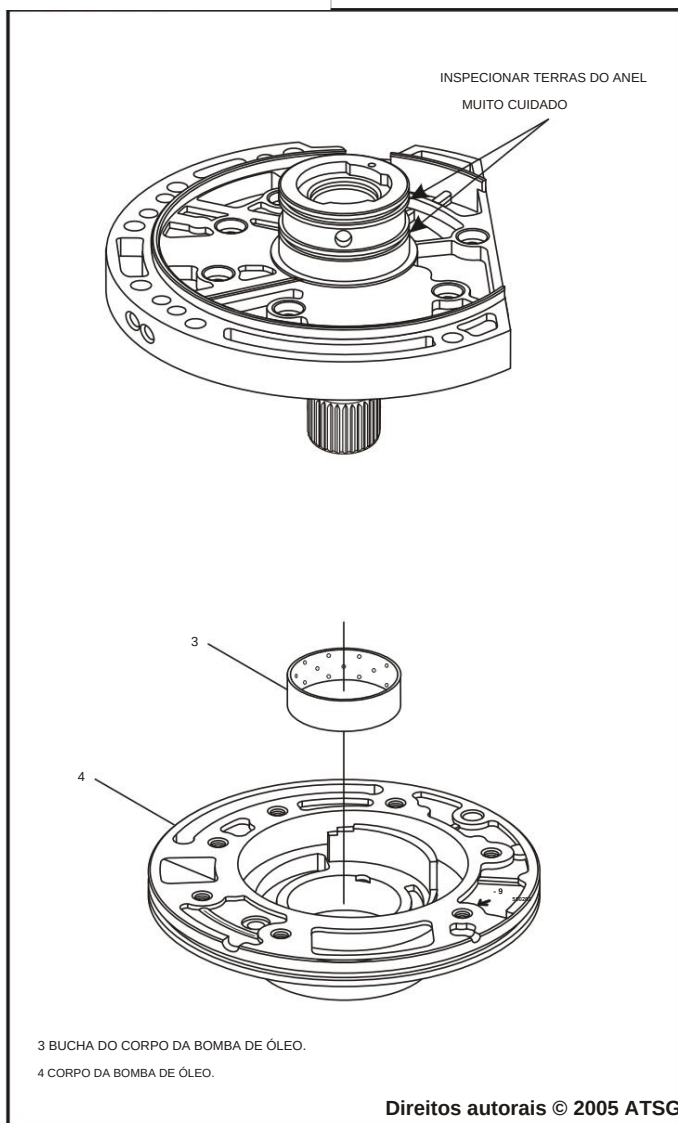

Figura 131
Observação: *Inspeção os anéis na tampa da bomba com muito cuidado, conforme mostrado na Figura 131. É muito comum ver desgaste aqui.*
5. Instale uma nova bucha da bomba de óleo, se necessário, conforme mostrado na Figura 131, usando o driver de bucha adequado.